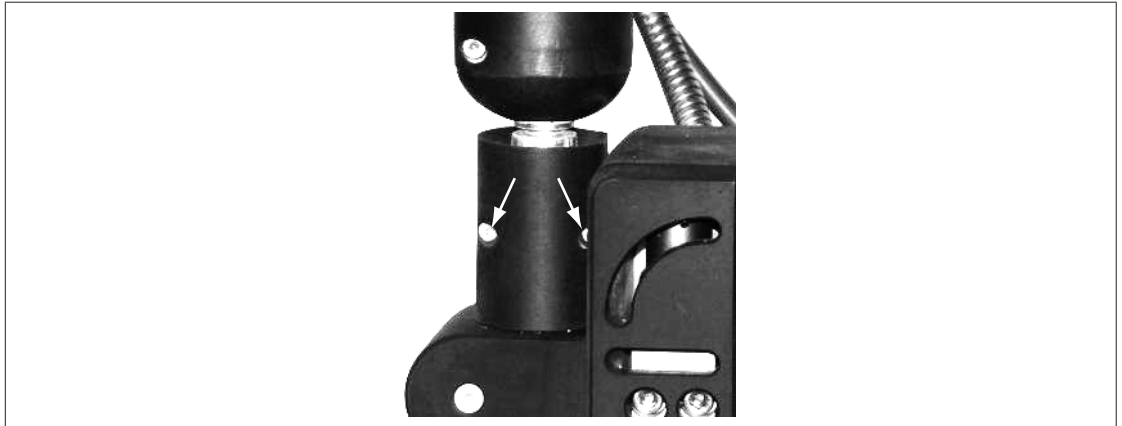

Bild 6: Berührschutz montieren
10. Montieren Sie den beiliegenden Berührschutz am Hydraulikanschluß zwischen Schlauch und HB 950. Ziehen Sie die gezeigten Schrauben (siehe Bild 6) fest.